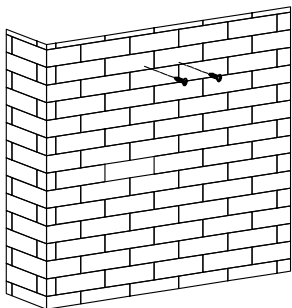

Рис. 2
2. Вставьте дюбели в отверстия, вкрутите 2 шт ST4*30мм шурупы в дюбели, чтобы закрепить корпус вытяжки. См. Рис. 2